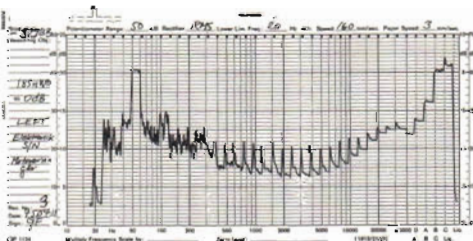

Fig 7. Vänster kanal. Fas = 0°.
Tekniken vid en sådan mätning framgår av fig 7. Ytterligare har närmare analyserats vilka typer av
**Fig 7. Tekniken vid avläsning av blodtryck i t ex fingrar eller tår med strain gauge-teknik. Minimanschetten pumpas plötsligt upp till 170 mm Hg. Pulsen försvinner därvid. Trycket sänkes långsamt och när pulsen återkommer, avläses trycket (144 mm Hg). Både trycket i manschetten (cuff-pressure) och fingervolymen, registrerade med givarna, nedskrivs. Till jämförelse nedskrivs det direkt registrerade trycket från en pulsåder (nedre kurvan).**